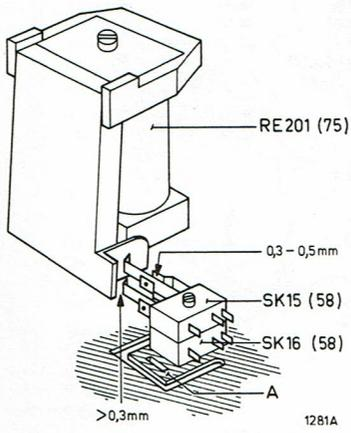

Fig. 27
- Lorsque l'aimant n'exerce pas sa force d'attraction, la distance entre les contacts ouverts des commutateurs SK15/SK16 (58), doit être de 0,3 - 0,55 mm. Régler en recourbant les contacts (Fig. 27)
- Lorsque l'aimant n'exerce pas sa force d'attraction, la distance entre la plaque de butée de l'électro-aimant RE201 (75) et le contact central de commutateurs SK15/SK16 (58) doit être supérieure à 0,3 mm. Régler en recourbant la patte A.